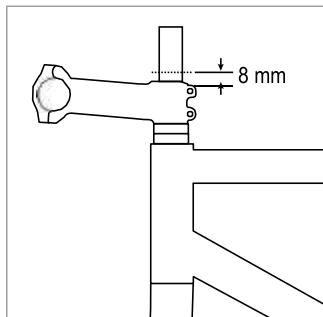

図 5
7. ステムをステアラーに取り付け、スペーサーと同一平面上にあるようにします。ステアチューブが 8 mm 以上伸びるようにします (図 5)。注: ステアチューブがステムクランプを超えて 8 mm 以上伸びない場合は、取り付けを中断します。